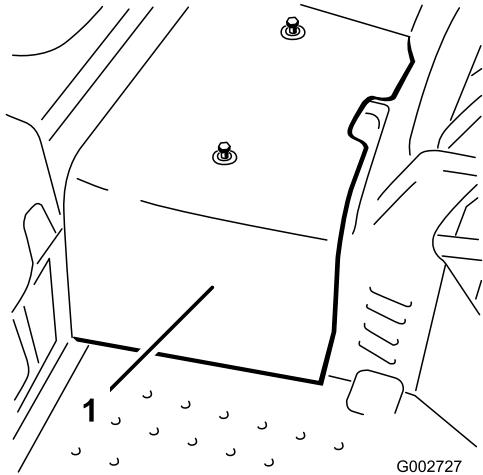

Figure 40
- Retirez les 2 vis de fixation du carénage central à la machine et déposez le carénage (Figure 40).